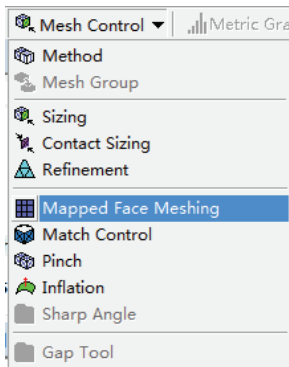
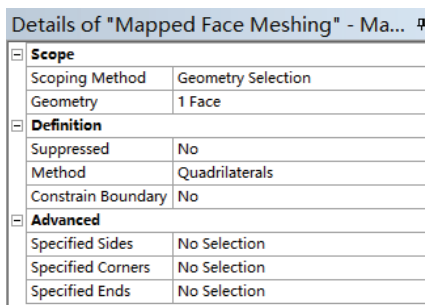

图 7-14 添加映射划分
图 7-15 设置映射划分
3) 在 Mesh 上单击右键, 选择 Insert>Mapped Face Meshing, 如图 7-14 所示。然后选择待划分的面体, 在细节窗口 Geometry 中单击 Apply 按钮, 如图 7-15 所示。